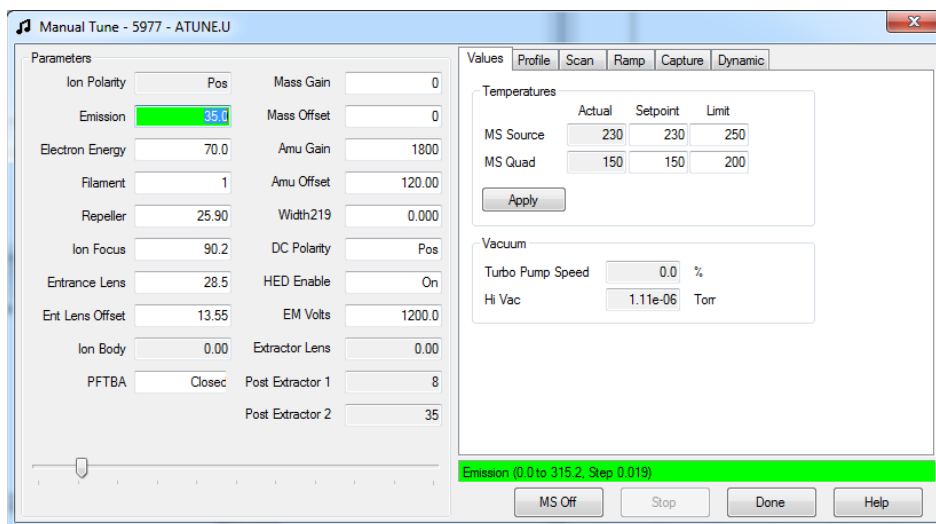
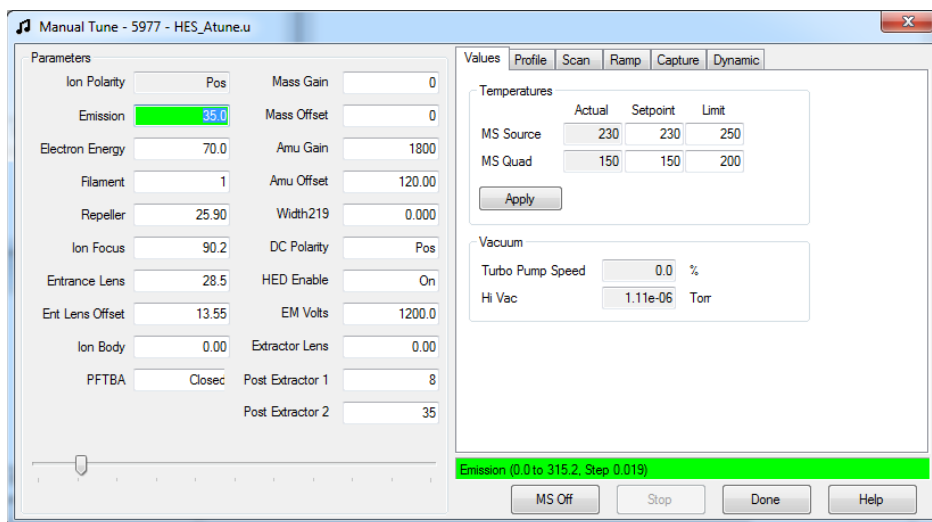

Abbildung 32. Reiter Manuelles Tuning-Werte
Abbildung 33. Reiter HES Manuelles Tuning-Werte
- 2 Klicken Sie auf dem Reiter **Values** (Werte), um die MSD-Temperaturen und das Vakuum anzuzeigen. (Siehe **Abbildung 32** und **Abbildung 33** auf Seite 131).